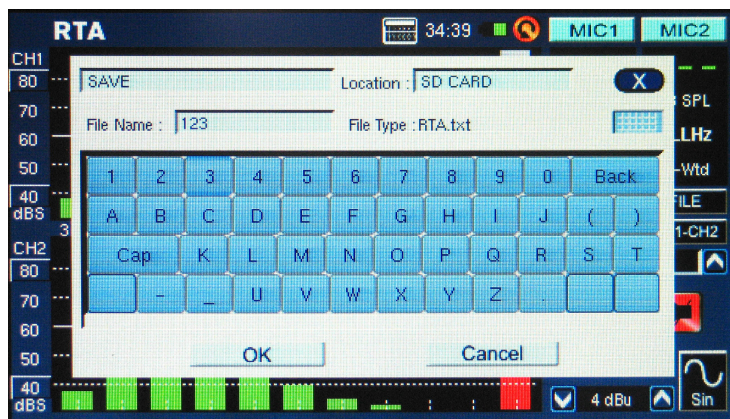

figura 26
- Usted puede almacenar sus lecturas ingresando al menú FILE (archivo) y guardar al PAA6 o a la tarjeta de memoria insertada (figura 26).
- Guarde la configuración entrando al menú FILE y almaceñe ya sea a PAA6 o a la tarjeta de memoria insertada (como demostrado en figura 26).